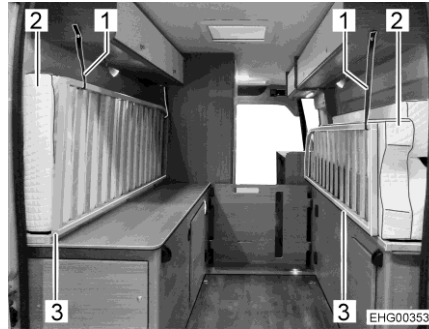

Fig. 44 Colchones y somieres (posición de transporte)
- Plegar los colchones (con plancha central y traviesa) al lado derecho y al lado derecho, véase Fig. 44.
- Plegar ambos somieres (Fig. 44,3) hacia arriba.
- Retener los colchones (Fig. 44,2) y el somier con el cinturón de retención (Fig. 44,1).